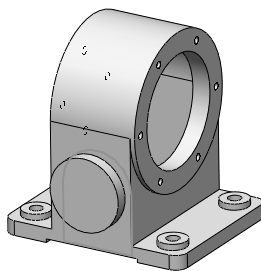

图 3-125 拉伸内测基体
STEP 2 在壳体内表面上绘制与 **STEP 1** 中创建的实体完全相同的圆弧和到底部的封闭图线，并执行拉伸操作，拉伸深度设置为 6mm（向内拉伸），效果如图 3-125 所示。